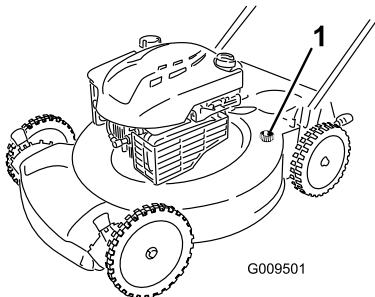

Bild 23
5. Befestigen Sie einen Gartenschlauch, der an einen Wasserhahn angeschlossen ist, am Wasseranschluss (Bild 23).